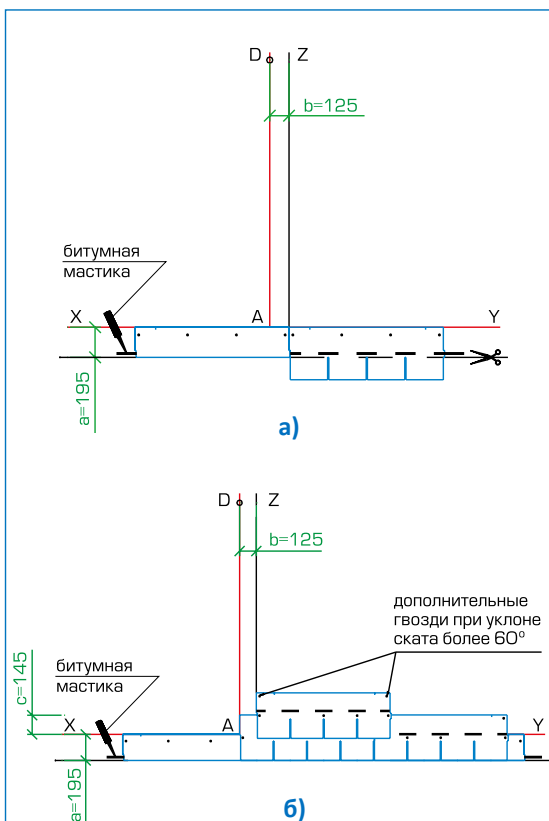

Рис. 2
### Укладка материала (рис. 2)
- Начальный ряд формируется из листов черепицы АКТИРУФ обрезанных по линии образованной конечными точками вырезов. Полученные таким образом полосы шириной 19,5 см укладываются по линии карниза в обе стороны от линии Z (рис. 2а) и фиксируются по нижнему краю битумной мастикой, а по верхней кромке 4 гвоздями (ось гвоздей на 5 см ниже верхнего края полосы);
- далее первый ряд черепицы укладывается от линии AD (рис. 2б);
- второй ряд укладывается от линии Z (со смещением 12,5 см от AD) (рис. 2б);
Каждый лист гибкой черепицы АКТИРУФ крепится 4 гвоздями (ось гвоздей на линии битумных клеевых полос) таким образом, чтобы гвоздь прошивал и верхний край низлежащего листа черепицы (рис. 2б).